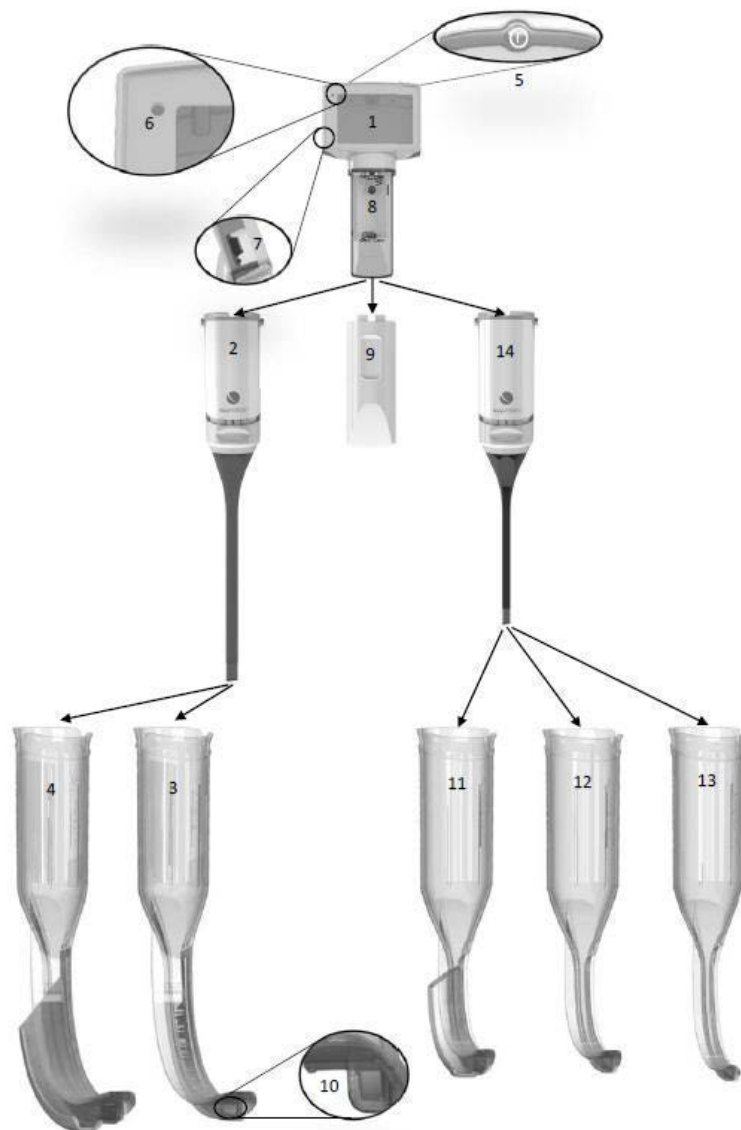

Fig. 1
1. Un display riutilizzabile integrato (Fig. 1, #1)
2. Un adattatore video riutilizzabile (Fig. 1 #2 e 14)
3. Una serie di lame monouso: con o senza un canale di guida per l'inserimento del tubo tracheale (Fig. 1, #3, 4, 11, 12 e 13)
Display riutilizzabile (Fig. 1, #1)
Il componente riutilizzabile principale del videolaringoscopio King Vision aBlade è un resistente display portatile di alta qualità funzionante a batteria, dotato di uno schermo LCD TFT (display a cristalli liquidi con transistor a pellicola sottile). È realizzato con una tecnologia che consente di ricevere le immagini dall'estremità distale della lama monouso e di visualizzarle sullo schermo integrato a colori e antiriflesso. Sul display riutilizzabile è presente un interruttore di accensione/spegnimento (Fig. 1, #5), una spia di indicazione della batteria (Fig. 1, #6) e una porta di uscita video (Fig. 1, #7). Contiene un sistema di gestione avanzata dell'alimentazione con bilanciamento automatico e controllo esposizione. L'alimentazione è fornita da tre batterie AAA alloggiare nell'apposito vano (Fig. 1, #8).
Adattatore Video Riutilizzabile (Fig. 1, #2 e 14)
Dispositivo monouso aBlade (Fig. 1, #3, 4, 11, 12, 13)
La aBlade incanalata per King Vision (Fig. 1, #4 e 11)	La aBlade standard per King Vision (Fig. 1, #3, 12 e 13)
Entrambe le versioni con lama scorrono al di sopra dell'adattatore e si collegano al display riutilizzabile, integrandosi con il videolaringoscopio King Vision aBlade. La finestra distale della lama è trattata con un rivestimento antiappannante che impedisce l'oscuramento dell'immagine dovuto alla condensa (Fig. 1, #10).
- Accedere al vano batteria sul Display King Vision riutilizzabile (Fig. 1, #8) rimuovendo l'adattatore video (Fig. 1, #2, 14) o il coperchio del vano batteria (Fig. 1, #9).
- Premere il pulsante di ALIMENTAZIONE  (Fig. 1, #5) sul retro del Display King Vision.
- La spia LED VERDE di indicazione della batteria (Fig. 1, #6) indica che il display è pronto per l'uso.
- **Accendere e verificare il funzionamento dell'immagine.** Con l'adattatore video bloccato sul display, premere il pulsante di ALIMENTAZIONE  (Fig. 1, #5) sul retro del display King Vision e verificare che il display visualizzi un'immagine in movimento. Se lo schermo rimane spento, sostituire le batterie. Se il display si accende ma non visualizza immagini in movimento, spegnerlo e verificare che l'adattatore video sia collegato correttamente prima di riaccenderlo nuovamente. Qualora non sia ancora possibile ottenere un'immagine funzionale, sostituire l'adattatore video o il display.